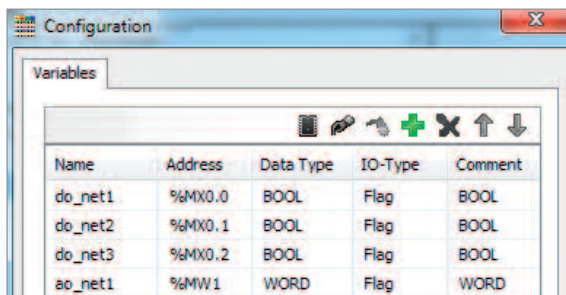

Рис. 2. Окно конфигурации переменных
3. В открывшемся окне создайте переменные *Flag* для дискретных и аналоговых каналов, как показано на рис. 2.